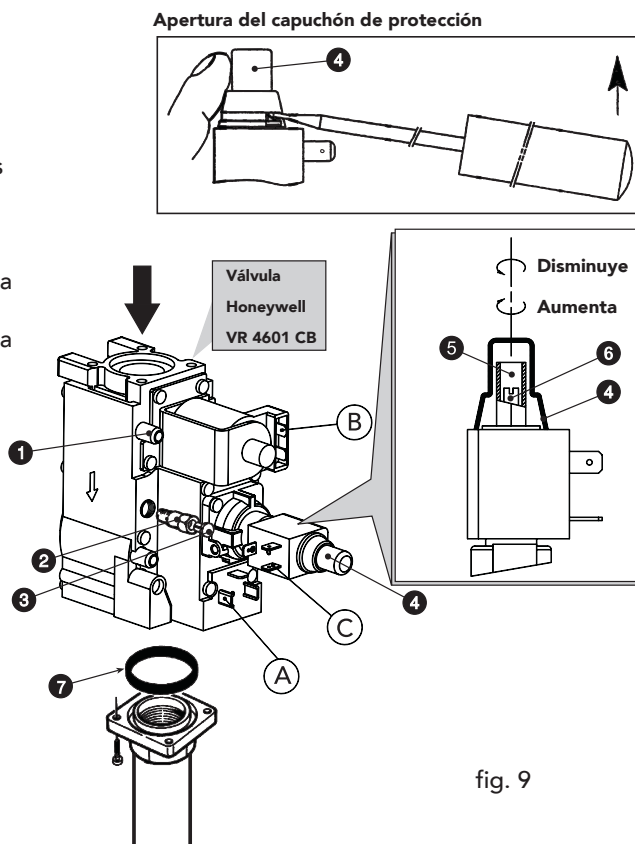

fig. 9
- 2 Quitar de la válvula gas el pequeño tapón 3 (fig. 9), enroscar en la válvula el regulador "STEP" de encendido 2, incluido en el kit de cambio, y aplicar el tapón 3 en el regulador.
Efectuar las operaciones descritas precedentemente prestando atención a fin de quitar el regulador "STEP" de encendido 2 de fig. 9 de la válvula gas; el tapón 3 de fig. 9 debe ser montado directamente en la válvula.